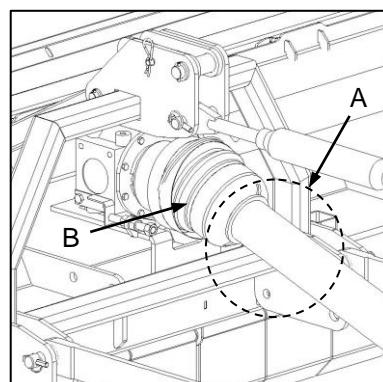

Fig. 4
- ✓ Following installation of the PTO shaft, lift the implement to an acceptable transport height and ensure that there is no contact between the PTO shaft and any part of the implement (Fig. 4-A).
- ✓ Ensure that universal joint operating angles (Fig. 4-B) are not exceeded and that over-compression or over-extension of the PTO shaft is avoided.
- ✓ Na installering van die kragaftakkeras moet die implement tot 'n aanvaarbare vervoerhoogte gelig word en verseker word dat daar geen kontak tussen die kragaftakkeras en enige deel van die implement is nie (Fig. 4-A).
- ✓ Verseker dat kruiskoppelingwerkshoeke (Fig. 4-B) nie oorskry word nie en dat oorkompressie of oorverlenging van die kragaftakkeras vermy word.